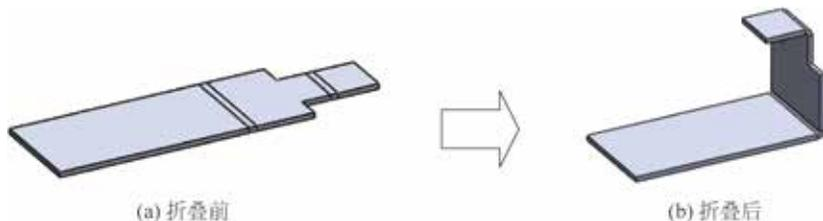

图 5.118 钣金全部折叠
- **收集所有折弯(A)** 按钮: 用于自动将模型中所有可以展开的折弯进行选中, 进而全部折叠, 如图 5.118 所示。